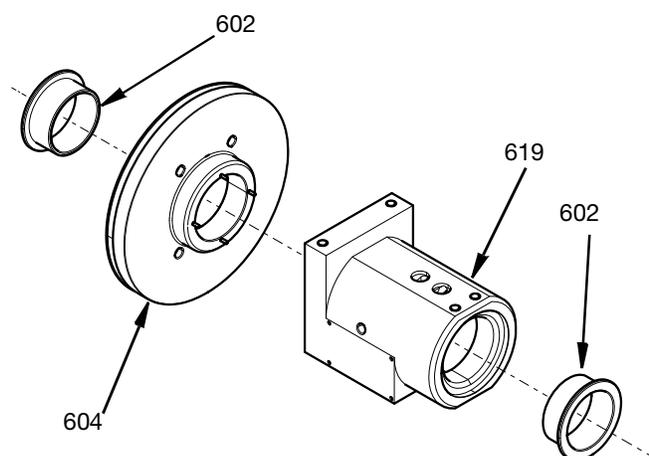

**FIG. 20**
12. È possibile accedere alle valvole a solenoide e al collettore rimuovendo il coperchio (612) e le quattro viti M3 (611). I connettori del cavo (723) possono essere scollegati e le valvole a solenoide (613) possono essere rimosse dalle viti collegate. Vedere FIG. 20.